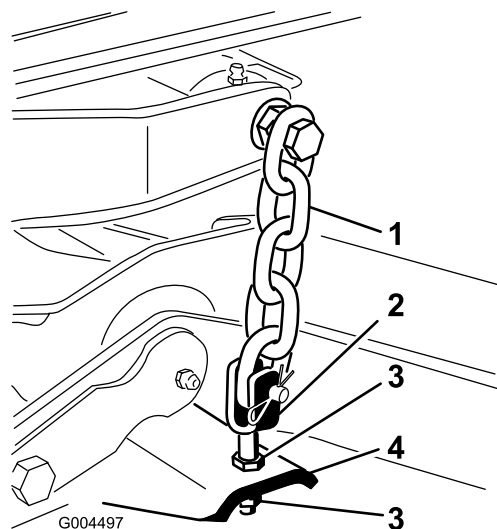

図 77
7. デッキのヨーク/チェーンをデッキに固定しているジャム・ナットを調整してデッキのピッチを 8 mm に調整する(図 77)。